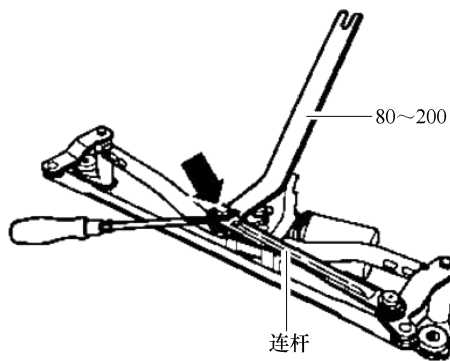

图 5-3-4 拆卸连杆
① 拆卸连同刮水器电动机的刮水器框架。
② 使用撬杆(长 80 ~ 200mm)和螺钉旋具将刮水器框架连杆从刮水器电动机曲柄球头(箭头)上撬出,如图 5-3-4 所示。